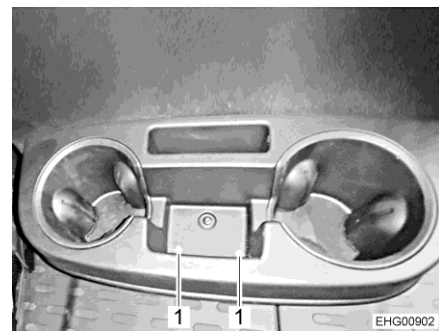

Fig. 89 Fijación del subwoofer
- Soltar los tornillos (Fig. 89,1).
- Fijar el subwoofer con los tornillos (Fig. 89,1).